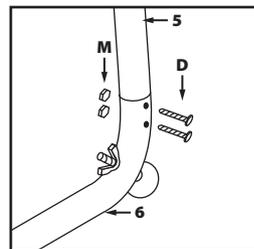

Fig. 9
- Selezionare i componenti etichettati come **5** e **6**. Collegare il componente **5** al **6** utilizzando gli elementi di fissaggio **D** e **M** (**Fig. 9**).